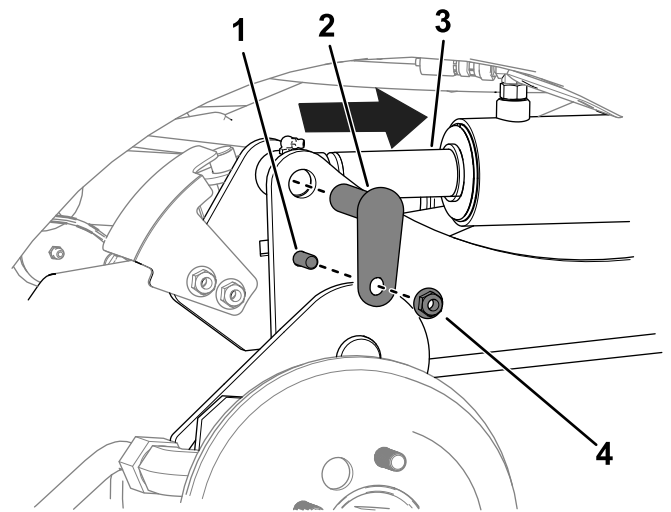

図 11
C. ポンチを使って、シリンダロッドの穴と昇降アームの穴を揃える図 11。
D. ボルト $\frac{3}{8}$ " x $1\frac{1}{4}$ "2本、ナット $\frac{3}{8}$ "2個、小さいピン2本を使用して、昇降アームをシリンダに固定する図 11。